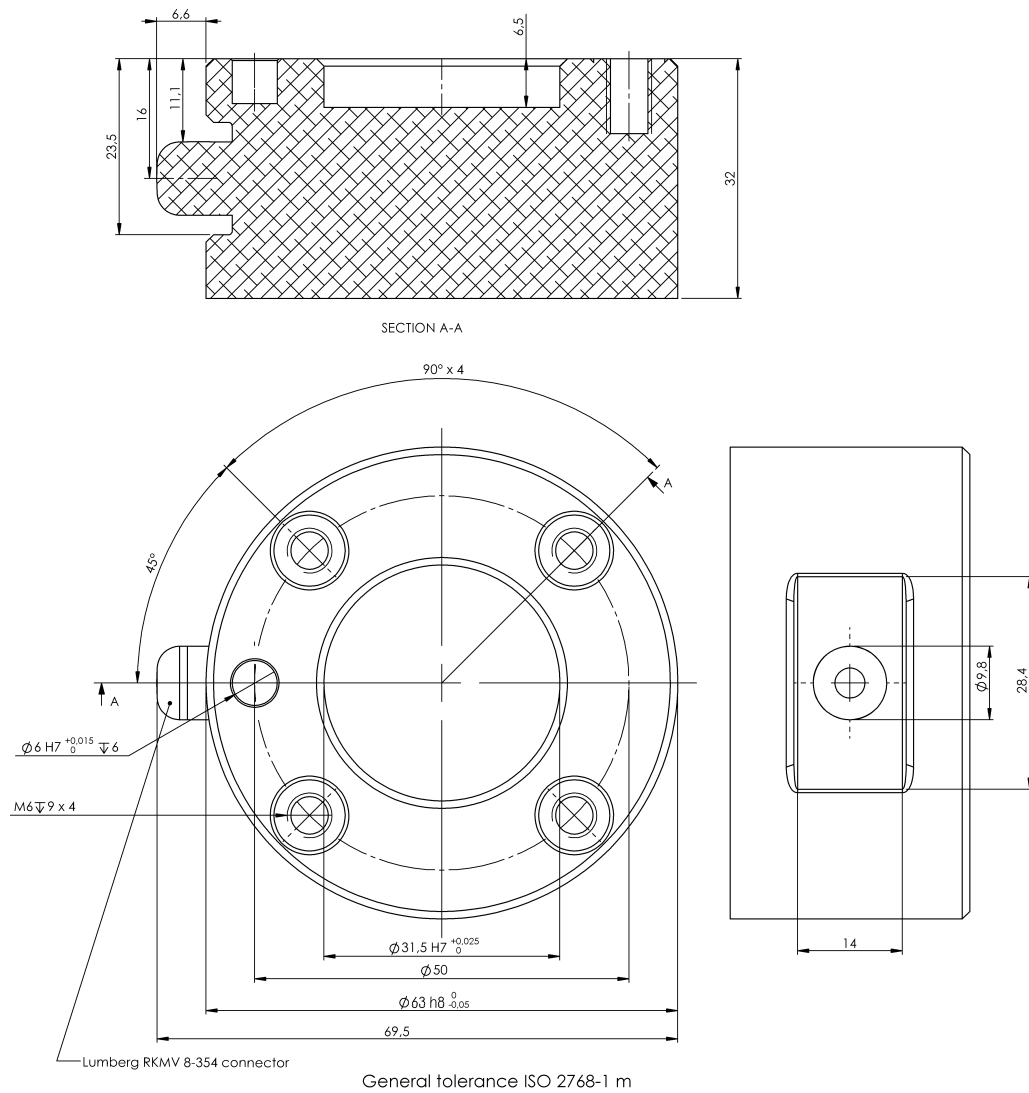

Abbildung 3.2: Der Werkzeugflansch, ISO 9409-1-50-4-M6. Hier wird das Werkzeug an die Spitze des Roboters montiert. Alle Maßangaben sind in mm.
**Werkzeug** Der Werkzeugflansch des Roboters verfügt über vier Löcher mit M6-Gewinde zur Befestigung des Werkzeugs am Roboter. Die Löcher müssen mit 9 N m angezogen werden. Wenn eine sehr genaue Verlegung des Werkzeugs angestrebt wird, kann das Ø6-Loch mit einem Stift verwendet werden. Abbildung 3.2 zeigt die Stelle, an der die Löcher zu bohren und die Schrauben zu montieren sind.